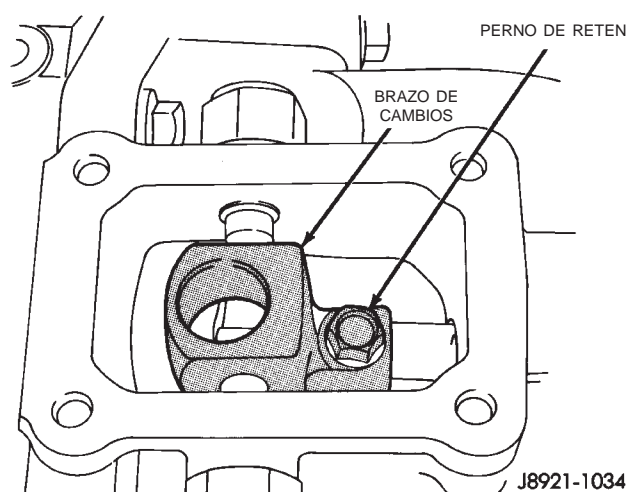

Fig. 23 Desmontaje de perno de retén del brazo de cambios
- (10) Retire el perno de retén del brazo de cambios (Fig. 23).